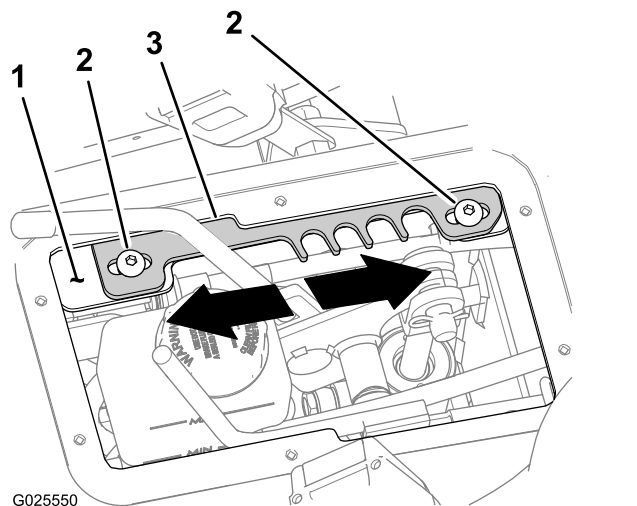

Figura 62
4. Mova a alavanca de velocidade para a posição T (TRANSPORTE) (Figura 62).
5. Desaperte os 2 parafusos sextavados interiores (5/16 pol. x ¾ pol.) que fixam a placa de detenção ao suporte de apoio da alavanca (Figura 62).
- Mova a placa de detenção **para a frente** para aumentar o limite de velocidade máxima (Figura 62).
- Mova a placa de detenção **para trás** para diminuir o limite de velocidade máxima (Figura 62).